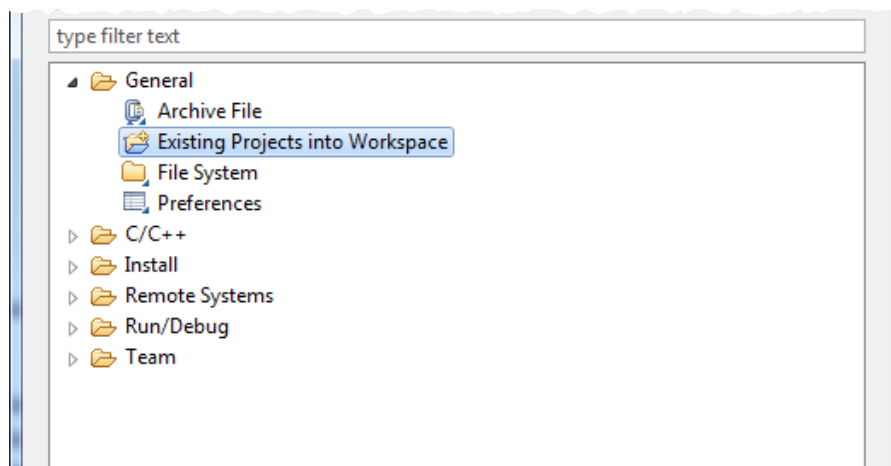

Рисунок 3-11: Импорт проекта в Xilinx SDK
2. В открывшемся окне (рисунок 3-11) выберите в списке проектов тип «Existing Projects into Workspace» и нажмите кнопку «Next».